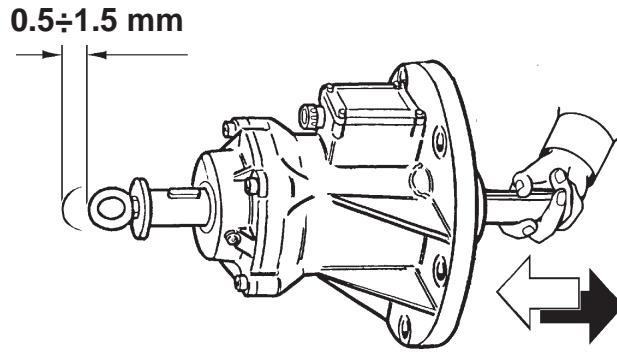
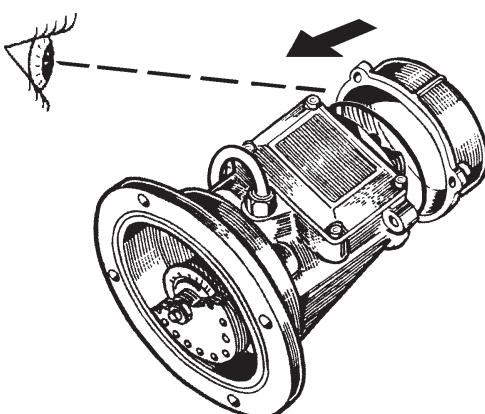

Fig. 24
Fig. 25
- Per la serie MTF eseguita l'operazione sui due lati, rimontare il coperchio con le stesse viti e rondelle facendo attenzione che la guarnizione sia collocata correttamente nella propria sede (Fig.25).
- In series MTF, proceed with the operation on both sides, then remount the cover with the same screws and washers making sure that the seal has correctly set into its housing (Fig. 25).
- Pour la série MTF effectuée l'opération des deux côtés, remonter le couvercle avec les mêmes vis et rondelles en faisant attention à ce que le joint soit placé correctement dans son logement (Fig.25).
- Für die Serie MTF nach der beidseitigen Einstellung den Deckel wieder mit den gleichen Schrauben und Unterlegscheiben montieren und beachten, daß die Dichtung richtig zu liegen kommt (Abb. 25).
- Para la serie MTF una vez que hemos efectuado la operación de los dos lados, volver a montar la tapa con los mismos tornillos y arandelas, prestando atención que la junta quede colocada correctamente en su lugar (Fig. 25).
Rimontare le flange con i nuovi cuscinetti ponendo cura all'ortogonalità tra carcassa flangia e albero. Fare ruotare manualmente l'albero ed assicurarsi che abbia un gioco assiale compreso tra 0,5÷1,5 mm se sono montati cuscinetti a rulli (Fig. 24). Con i cuscinetti a sfere non deve sussistere gioco assiale. Completare il montaggio del motovibratore, usando le attenzioni già prescritte (Fig. 25).
Turn the shaft by hand and check that its float is between 0.5-1.5 mm if roller bearings are mounted (Fig. 24).
Complete vibrator assembly in compliance with the previous instructions (Fig. 25).
Faire tourner l'arbre manuellement et vérifier qu'il y a un jeu axial de 0,5 à 1,5 mm dans le cas de roulements à rouleaux (Fig. 24). Avec les roulements à billes il ne doit pas y avoir de jeu axial.
Compléter le montage du motovibrateur, en respectant les consignes de sécurité (Fig. 25).
Die Welle von Hand drehen und sicherstellen, daß ein Axialspiel zwischen 0,5 und 1,5 mm vorliegt, wenn Rollenlager montiert werden (Abb. 24).
Den Unwuchtmotor dann gemäß der vorstehenden Anleitung wieder zusammenbauen (Abb. 25).
Hacer girar manualmente el árbol y controlar que presente un juego axial comprendido entre 0,5 / 1,5 mm si están montados cojinetes de rodillos (Fig. 24). Con los cojinetes de bolas no se debe presentar juego axial.
Completar el montaje del motovibrador, siguiendo las indicaciones ya prescriptas (Fig. 25).